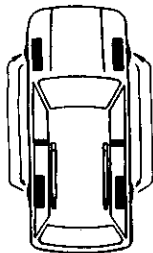

图 3-194 轮胎换位
4) 应使轮胎磨损均匀。如果发现前轮比后轮磨损大, 为了保证安全, 应按图 3-194 所示进行轮胎换位。并保持原来的滚动方向。